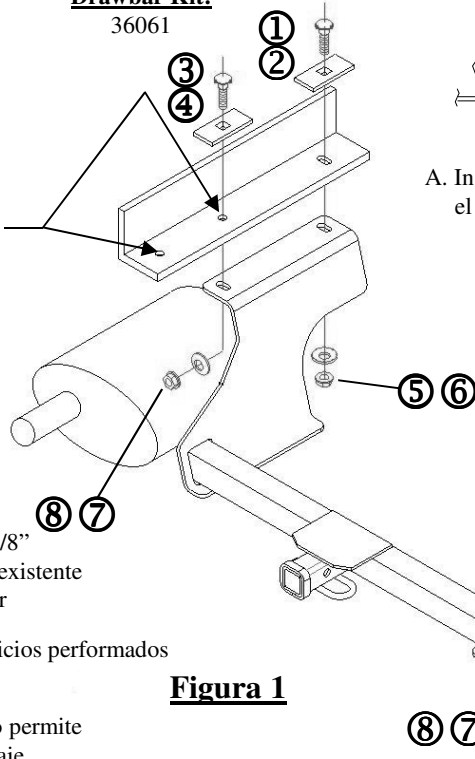

Figura 1
- Retire (2) tapones plásticos de los orificios existentes en cada larguero del bastidor como se muestra arriba en la Figura 1 y deseche.